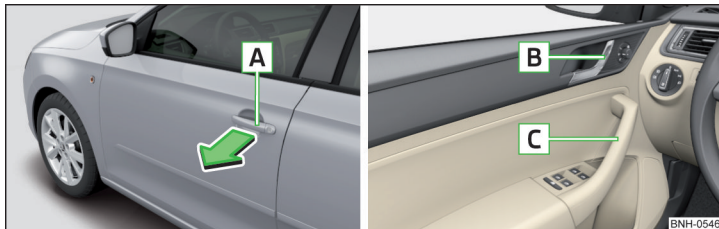

Fig. 37 Tirador/palanca de apertura de la puerta
- › Tirar en la manivela  en el sentido de la flecha » fig. 37.